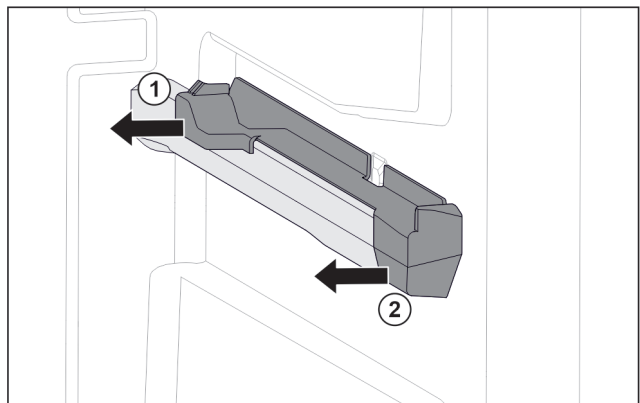

Fig. 73 Pieza de acoplamiento en la nervadura para recipientes derecha
- Retire la pieza de acoplamiento por detrás lateralmente. Fig. 73 (1)
- Retire la pieza de acoplamiento por delante lateralmente. Fig. 73 (2)